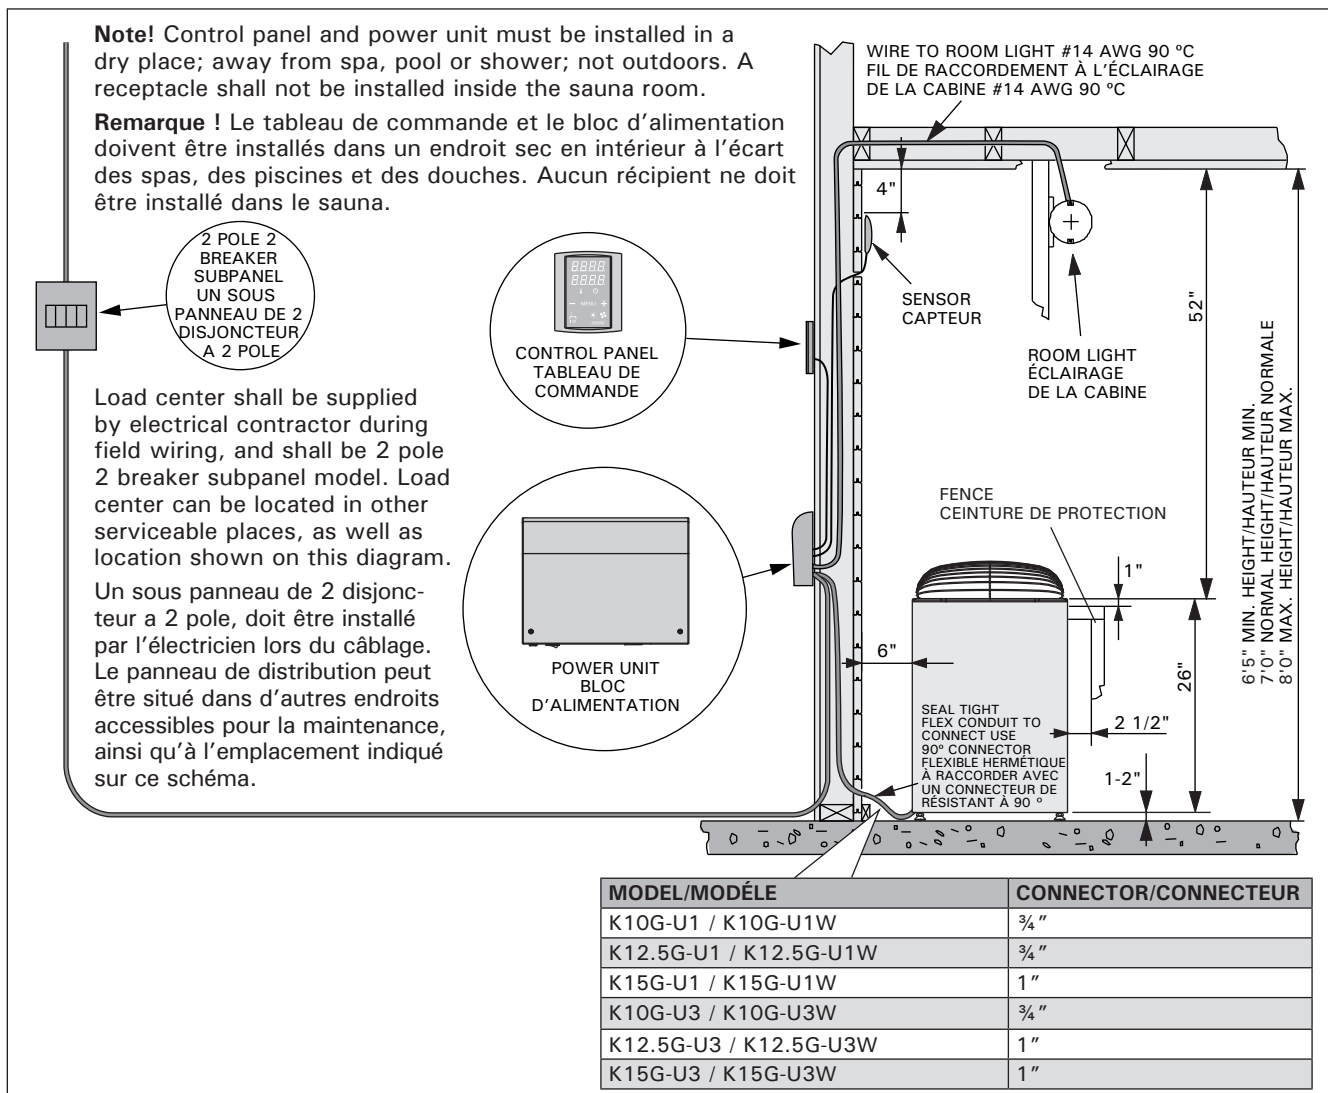

Figure 2.
is necessary for safety and should be constructed of softwood to match sauna interior. See figures 2–4 for clearances from sauna heater. Fence should attach to wall and should not be placed higher than top of heater below rock line.
- The location of the heater fulfils the minimum requirements concerning safety distances given in figures 2–6 and table 1.
- L'emplacement du poêle répond aux exigences de distances de sécurité minimales données dans les figures 2–6 et le tableau 1.
1. Remove heater from carton and place in proper location in sauna room. Observe proper clearances as per figures 2–6 and table 1. After final hookup, electrical contractor should secure heater to floor with at least two screws or bolts.
1. Sortez le poêle du carton et posez-le à un emplacement approprié dans la cabine du sauna. Respectez les dégagements indiqués dans les figures 2–6 et le tableau 1. Après le raccordement final, l'électricien doit fixer le poêle au plancher avec plusieurs vis ou boulons.
Refer to table 2 for proper wire size and amperage. See figures 2–6 for required clearances. Use copper wire from breaker to wall-mounted power unit. Supply cable must have 5 wires including insulated neutral and separate ground.
Consultez le tableau 2 pour connaître le calibre et l'intensité corrects du fil à utiliser. Voir fig. 2–6 pour connaître le dégagement requis. Utilisez du fil de cuivre du coupe-circuit au bloc d'alimentation mural. Le câble d'alimentation doit être constitué de 5 fils, dont un fil neutre isolé et un fil de terre distinct.
Refer to table 2 for proper wire size and amperage. See figures 2–6 for required clearances. Use copper wire from breaker to wall-mounted power unit. Supply cable must have 4 wires including insulated neutral and separate ground.
Consultez le tableau 2 pour connaître le calibre et l'intensité corrects du fil à utiliser. Voir fig. 2–6 pour connaître le dégagement requis. Utilisez du fil de cuivre du coupe-circuit au bloc d'alimentation mural. Le câble d'alimentation doit être constitué de 4 fils, dont un fil neutre isolé et un fil de terre distinct.